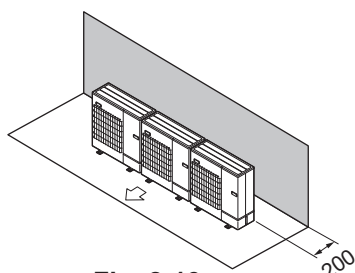

Fig. 2-13
- ① Көдергілер тек артқы жағында (Fig. 2-13)